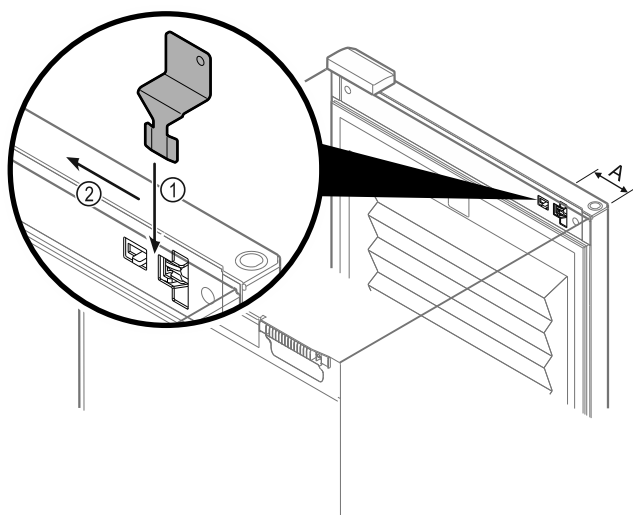

Fig. 164
- ▶ Umieścić klucz odblokowania awaryjnego w określonym miejscu Fig. 164 (A) ≈ 100 mm.
- ▶ Włożyć klucz odblokowania awaryjnego pomiędzy drzwi i korpus urządzenia od góry do oporu Fig. 164 (1).
- ▶ Pociągnąć klucz odblokowania awaryjnego w kierunku zawiasu Fig. 164 (2).